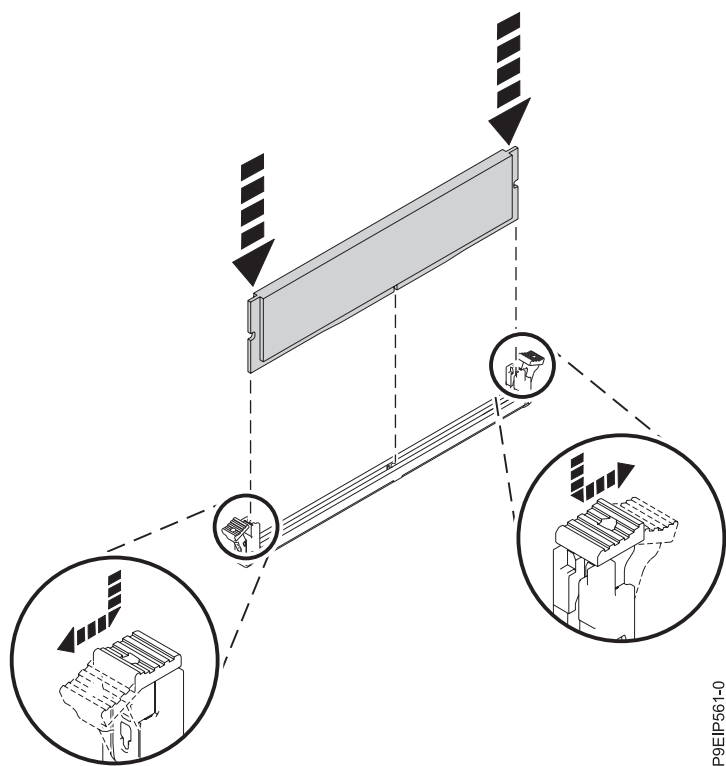

図 23. メモリー DIMM の挿入
- b. ロッキング・タブがカチッと音がして所定の位置にロックされるまで、メモリー DIMM の両端をしっかりと押し込みます (29 ページの図 23 を参照)。